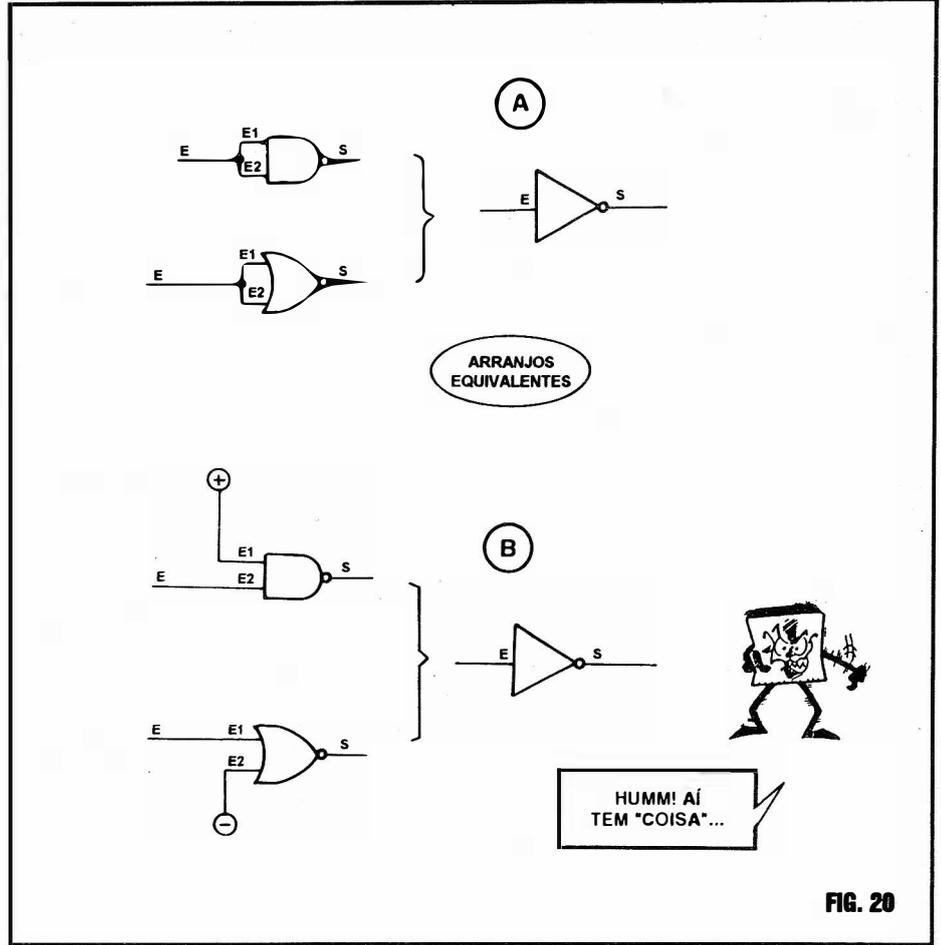

FIG. 20
- FIG. 20 - ALGUNS "TRUQUES DE FUNÇÃO", COM OS GATES MAIS COMUNS DOS INTEGRADOS DIGITAIS... - É relativamente comum que, numa elaboração teórica de um circuito ou projeto, fique um pouco difícil de "casar" a disponibilidade de *gates*, de blocos lógicos e de Integrados digitais
contendo **justamente** as funções, quantidades de blocos e quantidade de Entradas que a aplicação pede... O projetista "esperto", contudo, a partir de uma cuidadosa observação das respectivas TABELAS VERDADE, é frequentemente possível "criar" *gates*, blocos ou funções "diferentes" das "originais", simplesmente "redirecionando" ou interligando as Entradas dos ditos blocos disponíveis (às vezes até "sobrantes" em Integrados cujos blocos, em suas funções originais, não são necessários na sua totalidade). Vamos a um exemplo prático (o que ocorre **mesmo**, muitas vezes, no dia-a-dia das aplicações e projetos...). Um determinado circuito digital "precisa", para o funcionamento das duas funções totais, de 3 *gates* NAND de 2 Entradas cada, e de um bloco SIMPLES INVERSOR... É verdade que podem ser adquiridos, simplesmente, dois Integrados, um contendo os necessários *gates* NAND e outro contendo vários INVERSORES... Entretanto, é mais fácil (e seguramente - mais econômico, "fazer" um INVERSOR com o *gate* NAND "sobrante" dentro de um *chip* que os contenha em número de 4 (como o 4011 C.MOS, já mostrado...)! Basta consultar as TABELAS VERDADE já mostradas, para ver que, **juntando** as duas Entradas de um *gate* NAND de 2 Entradas, podemos obter a função SIMPLES INVERSORA com toda facilidade e eficiência! Aliás, também "emendando" as duas Entradas de um *gate* NOR de 2 Entradas, também se obtém um completo SIMPLES INVERSOR, ambos esses casos de "improvisação" mostrados no item A da fig. 20... Ainda com o providencial auxílio das respectivas TABELAS VERDADE, conforme mostramos no item B da fig. 20, levando-se **uma** das duas Entradas de um *gate* NAND de 2 Entradas ao **positivo** da alimentação, ou ainda ligando-se **uma** das duas Entradas de um *gate* NOR de 2 Entradas ao **negativo** da alimentação, teremos (usando-se a Entrada "livre") funções SIMPLES INVERSORA em ambos os casos! Lembrem-se que, para efeitos "binários" ou digitais, ligar uma Entrada de bloco lógico C.MOS ao **positivo** da alimentação, corresponde a aplicar-lhe nível "alto" ou "1", enquanto que ligar a Entrada diretamente